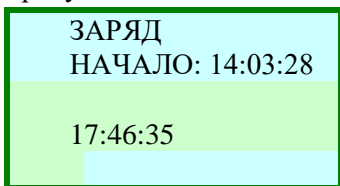

Рис. 3.1.
3.2.1 Вставить в гнездо, расположенное на верхней крышке газоанализатора штеккер зарядного устройства. При этом режим заряда включится вне зависимости от того, был ли прибор выключен или включен. Во время заряда на индикаторе отображается периодически заполняющаяся линейка и время начала цикла заряда и текущее время рисунок 3.1.